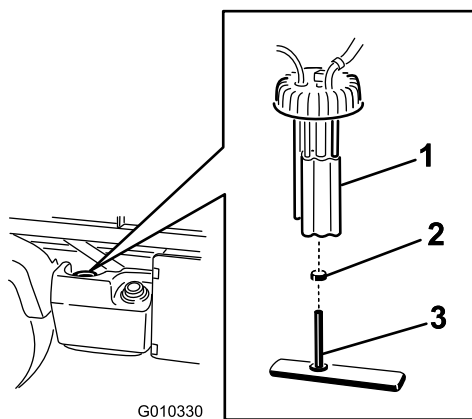

Figura 57
2. Desligue os conectores da cablagem da bomba de combustível (Figura 57).
3. Desaperte a braçadeira do tubo e desligue o tubo de combustível da tampa da bomba de combustível (Figura 57).
4. Retire a tampa da bomba de combustível desenroscando-a da parte superior do depósito de combustível (Figura 57).
5. Retire o conjunto da bomba de combustível e filtro de combustível do depósito (Figura 57).
6. Retire a braçadeira que fixa o filtro de combustível à união da bomba de combustível (Figura 57).
7. Retire o tubo da união (Figura 57).